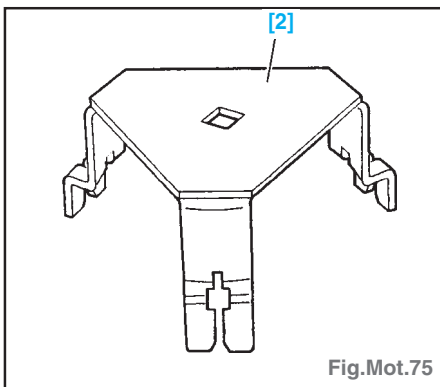

Fig.Mot.75
- Outils nécessaires (Fig.Mot.75) :